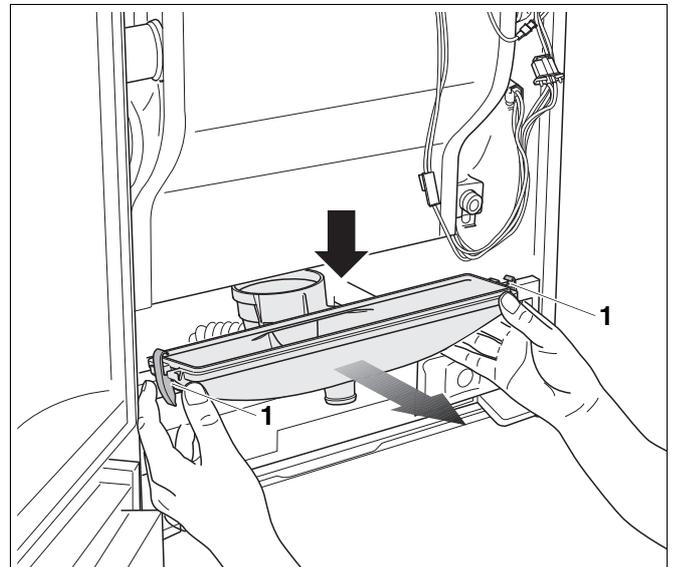

Fig. 119 Rimuovere la coppa di raccolta della condensa
- Aprire i 2 morsetti sinistro e destro ubicati sotto la coppa di raccolta della condensa (fig. 119, **pos. 1**).
- Premere la coppa di raccolta della condensa verso il basso (fig. 119), quindi estrarla tirandola in avanti.